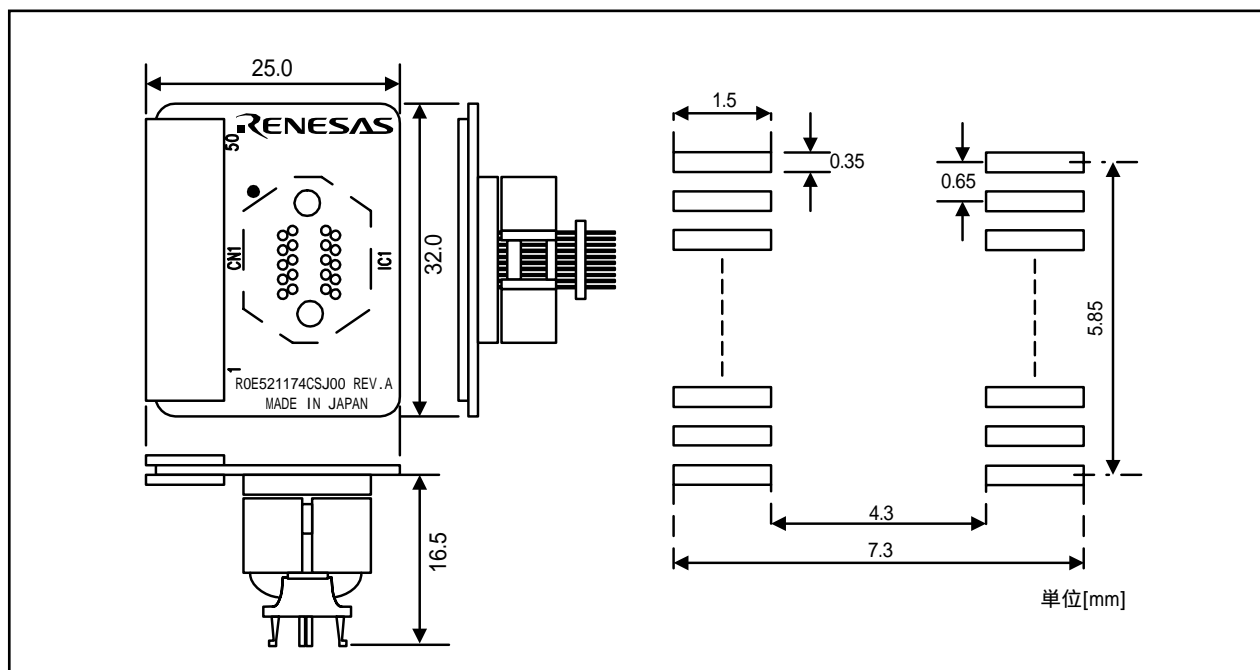

図4 ROE521174CSJ00ユーザシステム接続部の寸法図および参考フットパターン
6. ROE521174CSJ00ユーザシステム接続部の寸法図および参考フットパターン (図4参照)